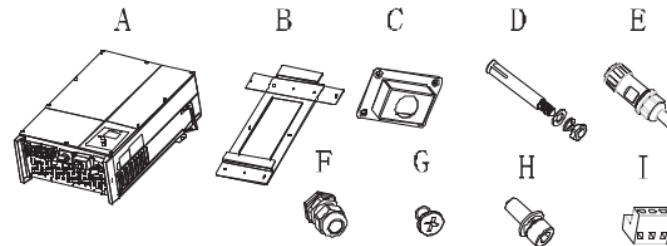

Fig4.1
- Zamontuj ramę na ścianie jak na rysunku poniżej, należy zastosować się do rysunku w kwestii skręcania śrub. Zmontuj śrubę rozporową zgodnie z rysunkiem Fig 4.1.(element D)